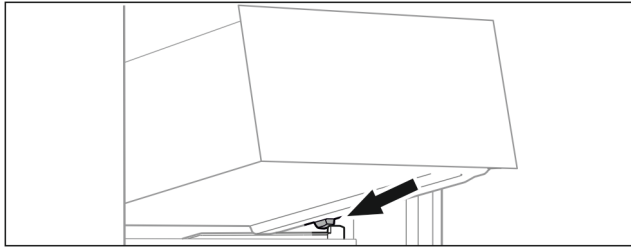

Fig. 76
- ▶ Coloque el cajón inclinado detrás de los topes sobre la nervadura para recipientes. (consulte Fig. 76)